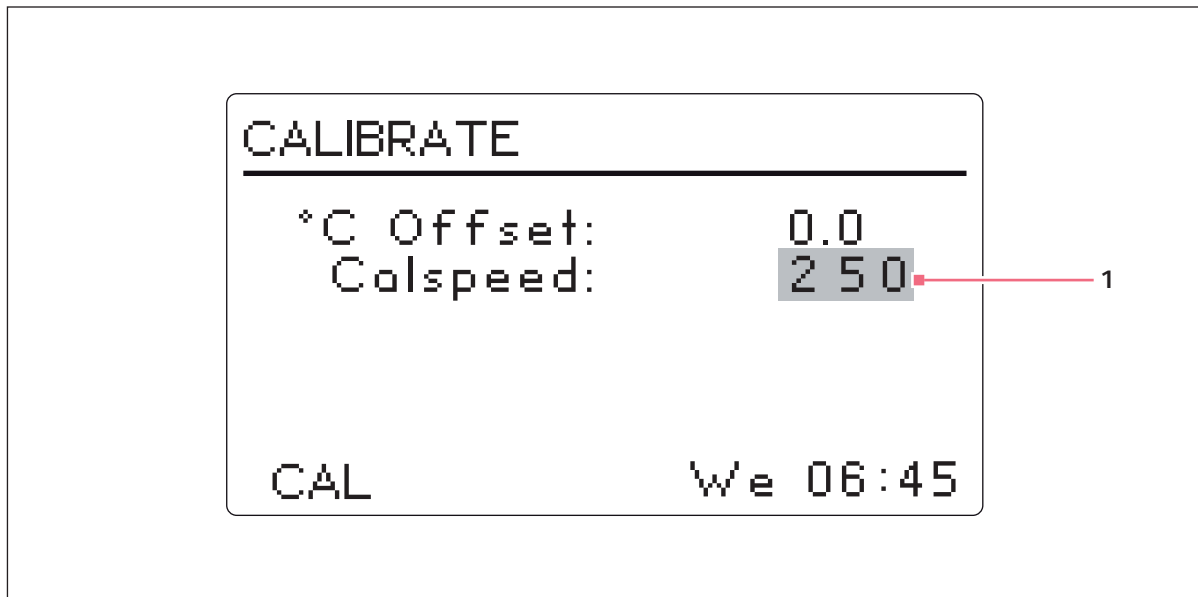

Рис. 5-16: Экран калибровки
1. С помощью ручки управления перейдите на экран калибровки (**CAL** (см. рис. 5-16 на стр. 63)).
Функция Calspeed, доступная на экране калибровки (**CAL** (см. рис. 5-16 на стр. 63)), используется для калибровки скорости механизма перемешивания. Скорость откалибрована на заводе-изготовителе и не требует повторной калибровки до замены основного рабочего компонента (например, приводного ремня).